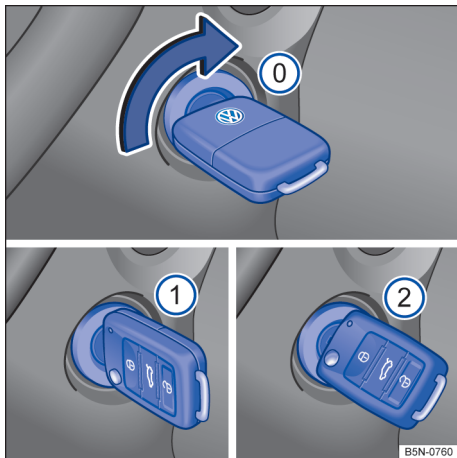

Fig. 96 Ao lado do volante à direita: posições da chave do veículo no cilindro da ignição.
Posições da chave do veículo → Fig. 96:
- Girar a chave do veículo para a posição → Fig. 96 ①. A ignição está ligada.
- Girar a chave do veículo no cilindro da ignição para a posição → Fig. 96 ② – não acelerar.
Se o motor não der partida, nunca utilizar o motor de partida com a marcha engatada e com a chave do veículo na posição → Fig. 96 ② para conduzir ou puxar, por exemplo, se o tanque de combustível estiver vazio. O motor de partida pode ser danificado.
- Girar a chave do veículo no cilindro da ignição para a posição → Fig. 96 .